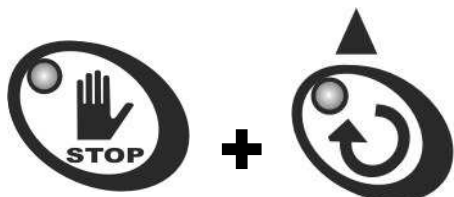

Fig.1
3. Con la macchina in STOP, premere contemporaneamente i tasti "**STOP**" e "**AGITAZIONE**" e rilasciare solo dopo la comparsa della schermata di identificazione tramite password (fig.1).